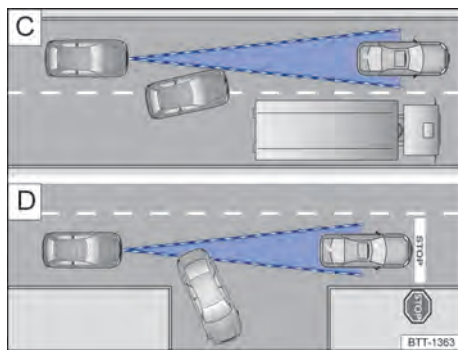

Fig. 101 [C] Mudança de faixa. [D] Veículo virando ou parado.
Por exemplo, se um veículo detectado pelo ACC virar ou mudar de faixa, e se houver um veículo parado à frente deste veículo, o ACC não reagirá ao veículo parado → Fig. 101 .
- Veículos que mudam para a faixa onde você se encontra com pouca distância do veículo → Fig. 101 .